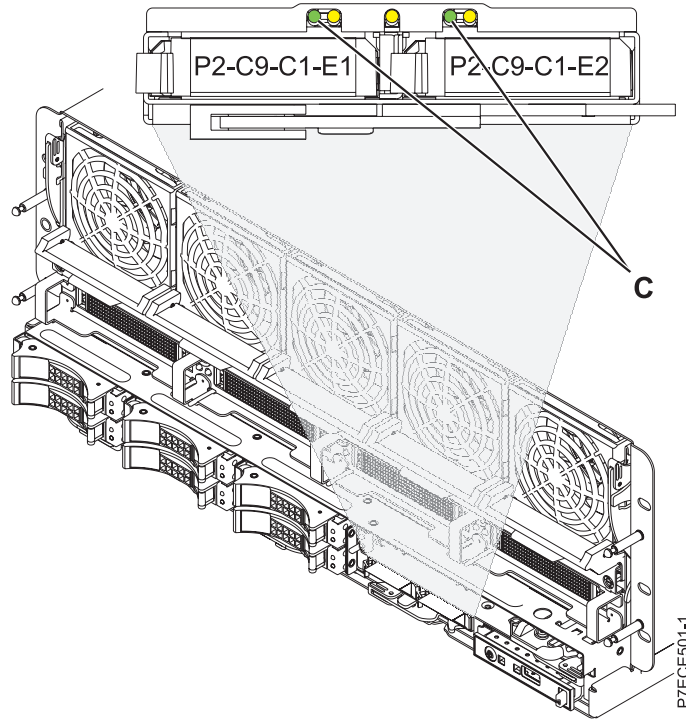

Figure 2. Voyants de batterie de cache
6. Après avoir poussé le levier (A) pour l'ouvrir, placez la carte Cache RAID de 175 Mo – Activation d'E-S double dans son logement, comme indiqué dans la figure 2.